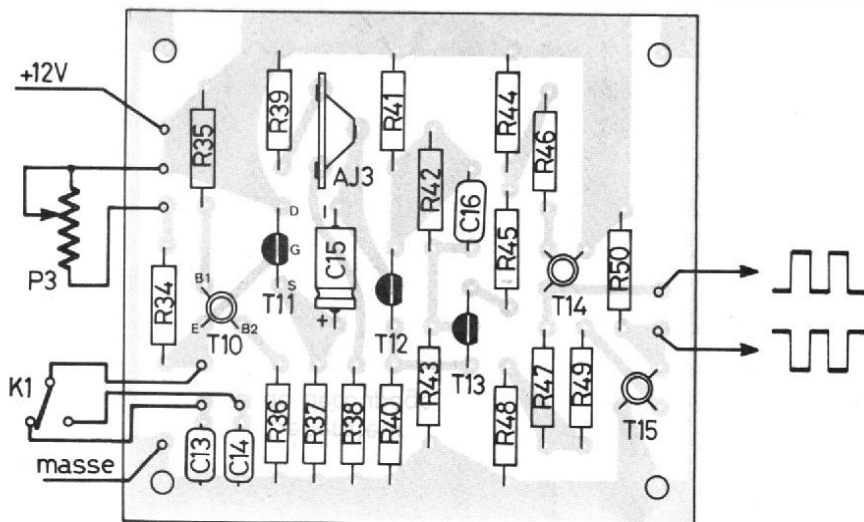

Fig. 25
– figure 25 : générateur de découpage, côté « composants ».